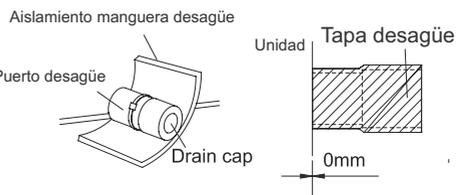

Fig.29
- (10). El puerto de desgüe sin usar debe también aislarse adecuadamente. (Fig.29)